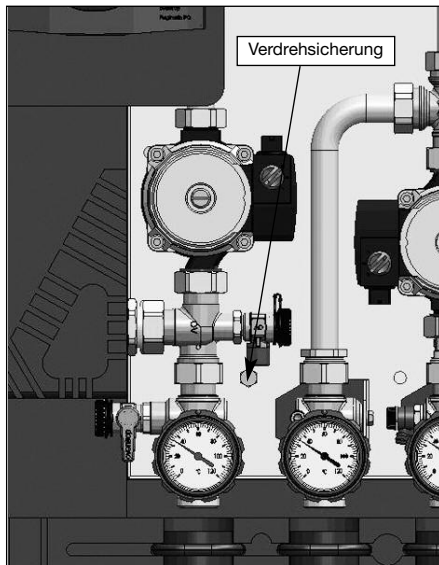

Abb. 6.6
- Verdrehsicherung (Sechskantschraube M8 x 40 mm SW13) der Frischwasserstation einschrauben (s. Abb. 6.6)